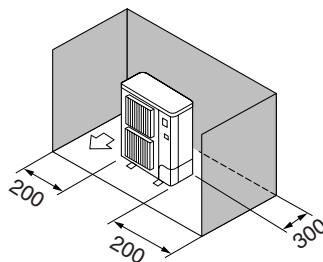

Fig. 2-4
- ③ Hindernisse nur auf der Vorder- und auf beiden Seiten (Fig. 2-4)